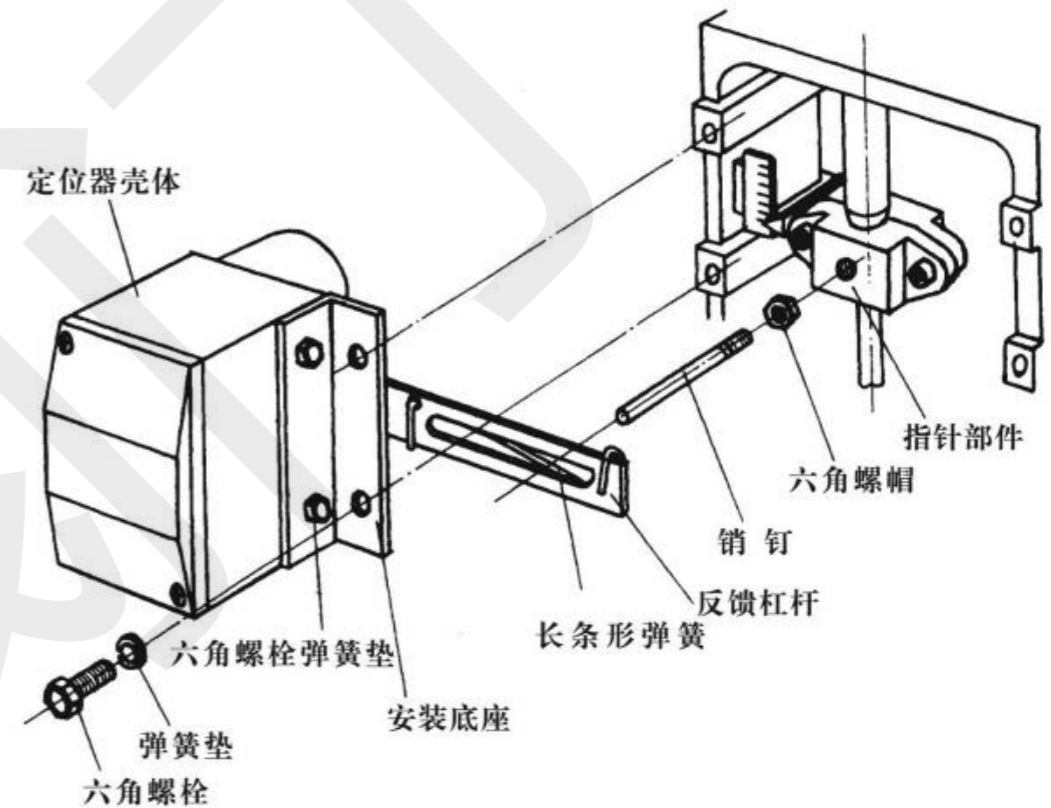

图4 定位器在ZH_B^A型执行机构上安装图
1、定位器在ZH_B^A型(注1)执行机构上的安装。(见图4)
把销钉和六角螺帽按图4所示装在指针部件上。
用图4所示的六角螺栓(M10×20)和弹簧垫片把安装底座装在执行机构上。销钉穿在反馈杠杆的长槽内。